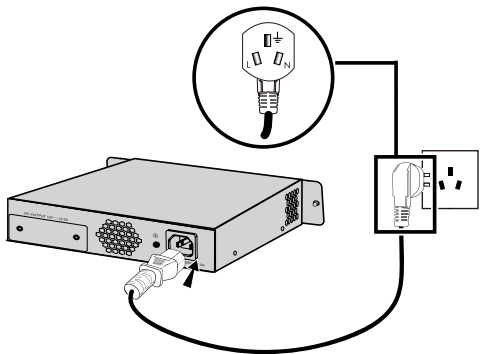

图3-6 TL-RPS150连接电源线示意图
4. 使用TL-RPS150中配送的交流电源线连接TL-RPS150的交流输入接口与电源插座，如图3-6所示。